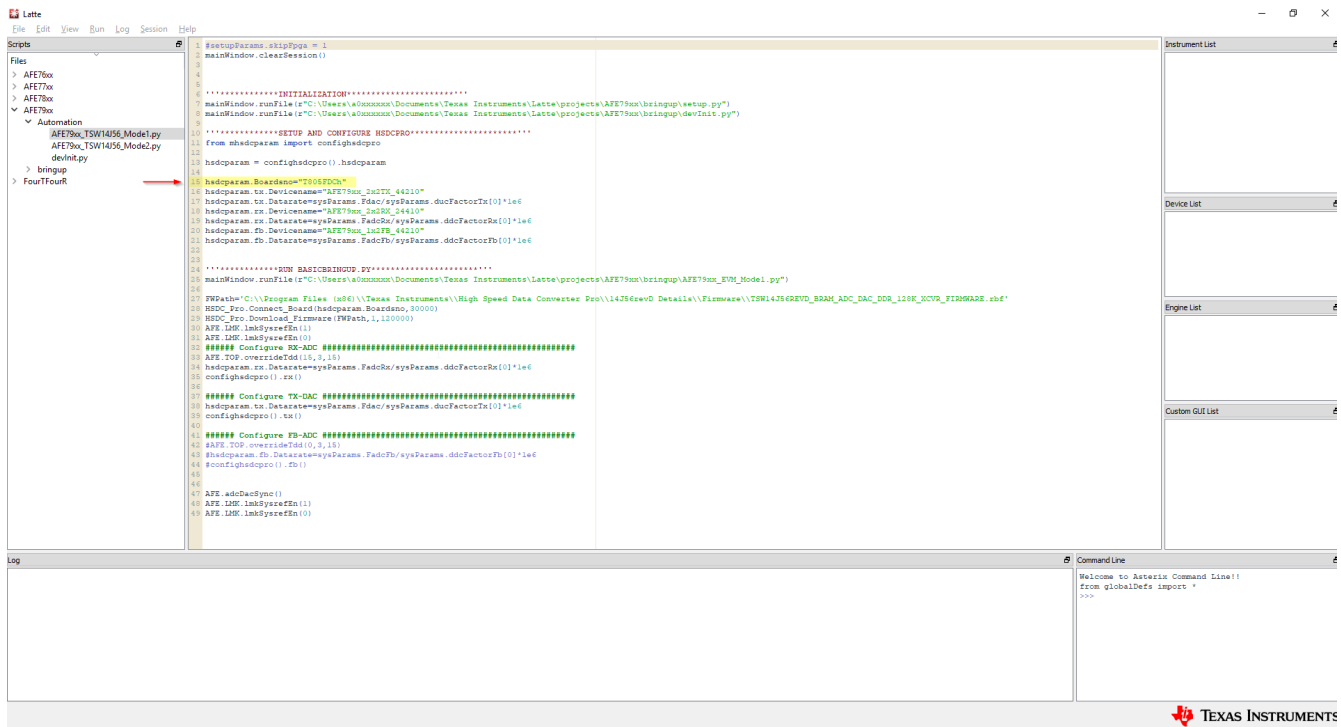

图 4-5. TSW14J56 EVM 序列号位置
8. 根据图 4-5 中突出显示的位置输入 TSW14J56 EVM 的序列号。